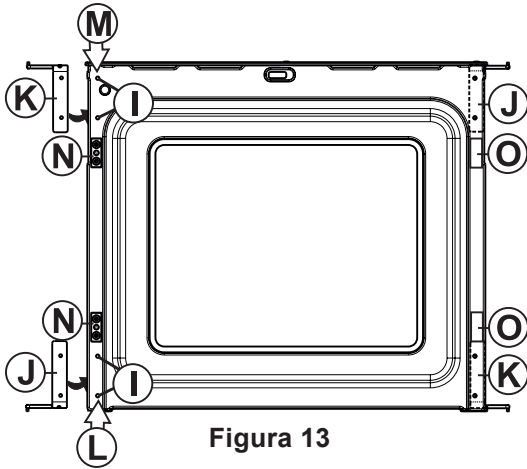

Figura 13
- 6.3.5. Quite los cuatro (4) topes (ver I, Figura 13) situados en el lado izquierdo de la puerta interior. Guárdelos para el paso 6.3.11.
- 6.3.6. Quite los dos (2) topes de plástico (ver O, Figura 13) situados en el lado izquierdo de la puerta interior. Guárdelos para el paso 6.3.8.
- 6.3.7. Quite los dos (2) pasadores de pestillo (Posición N, Figura 13) situados en el lado izquierdo e instálelos en el lado derecho (Posición O, Figura 13).
- 6.3.8. Vuelva a colocar los dos (2) topes de plástico que quitó en el paso 6.3.6 de la derecha de la puerta interior (Posición N, Figura 13).
- 6.3.9. Desatornille la bisagra inferior del lado derecho y vuelva a colocarla en la posición superior del lado izquierdo (Ver K, Figura 13).
- 6.3.10. Haga lo mismo con la bisagra situada en la posición superior del lado derecho y vuelva a instalarla en la posición inferior del lado izquierdo (ver J, Figura 13).